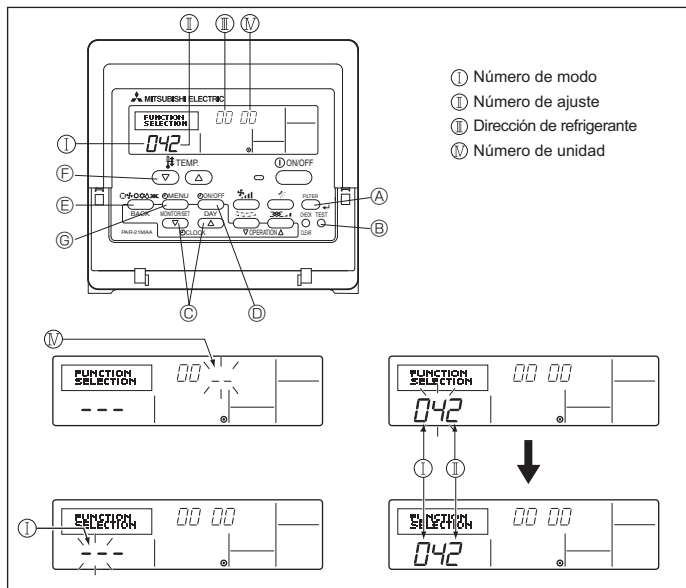

Fig. 6-10
**1) Para el controlador remoto cableado (Fig. 6-10)**